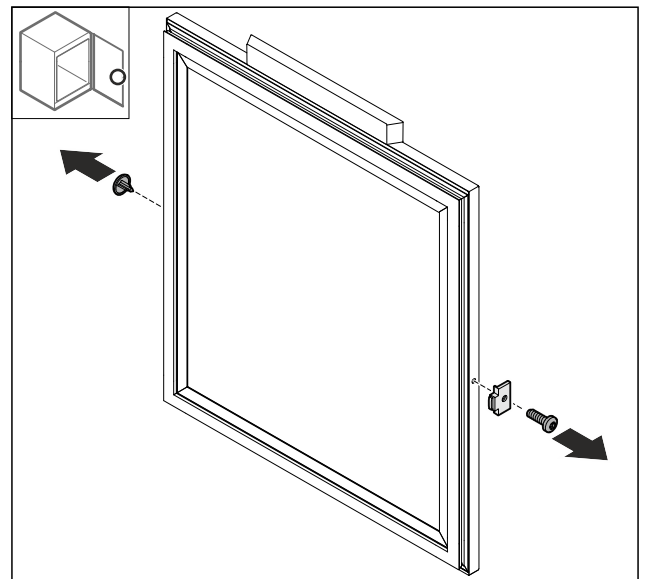

Fig. 69
- Hiqni kapakun mbulues Fig. 69 (1).
- Çmontoni ndaluesin e derës Fig. 69 (2).